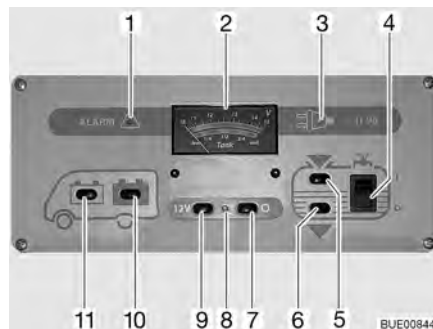

Bild 133 Panel IT 96-2
Med huvudbrytaren 12 V (Bild 133,7 och 9) kopplas panelen och bodelens 12 V-försörjning till eller från.
Slå på: ■ Tryck på knappen (Bild 133,9) "12 V": 12 V-försörjningen för bodelen är påslagen. Kontrolllampan (Bild 133,8) lyser grönt.
Slå från: ■ Tryck på knappen (Bild 133,7) "O": 12 V-försörjningen för bodelen är avstängd. Kontrolllampan (Bild 133,8) slocknar.
Med instrumentet V/tank (Bild 133,2) avläses den övre skalan. Instrumentets belysning tänds automatiskt när en knapp trycks in.
- Tryck på knappen (Bild 133,11) "": Startbatteriets spänning visas.
- Tryck på knappen (Bild 133,10) "": Bodelsbatteriets spänning visas.
På instrumentet V/tank kan vattennivån och avloppsvattennivån avläsas. På instrumentet V/tank (Bild 133,2) avläses den undre skalan. Instrumentets belysning tänds automatiskt när en knapp trycks in.
- Tryck på knappen (Bild 133,5) "": Vattenvolymen visas.
- Tryck på knappen (Bild 133,6) "": Avloppsvattenvolymen visas.
Slå på: ■ Vippkontakten (Bild 133,4) trycks in upptill "I": Vattenförsörjningen är aktiverad.
Slå från: ■ Vippkontakten (Bild 133,4) trycks in nedtill "O": Vattenförsörjningen är avstängd.
Den röda varningslampan "ALARM" (Bild 133,1) blinkar så snart spänningen i bodelsbatteri har sjunkit till under 11 V (mätning under pågående drift) och risk för djupurladdning föreligger.
Kontrollampen 12 V (Bild 133,8) lyser då huvudbrytaren 12 V (Bild 133,9) är inkopplad.
Den gula 230 V-kontrollampen (Bild 133,3) lyser när nätspänningen ligger på el-blockets ingång.